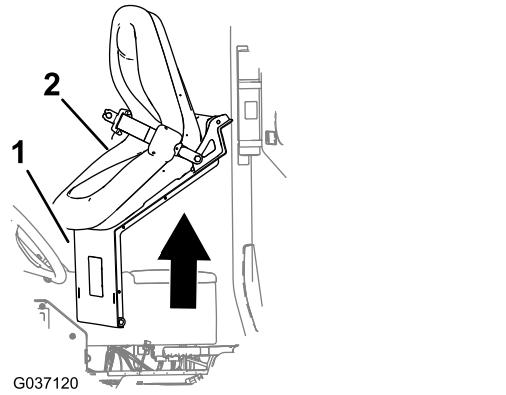

Рисунок 6
5. Поднимите сиденье и плиту сиденья вверх и снимите их с машины (Рисунок 6).